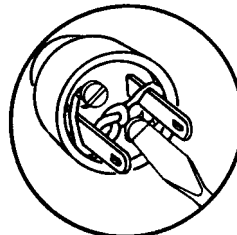

Fig. 10
10. Tighten the screw. Insulation should come to the screw but not under it (Fig. 10).
10. Apriete el tornillo. El aislamiento debe estar cerca del tornillo pero no debajo (Fig. 10).